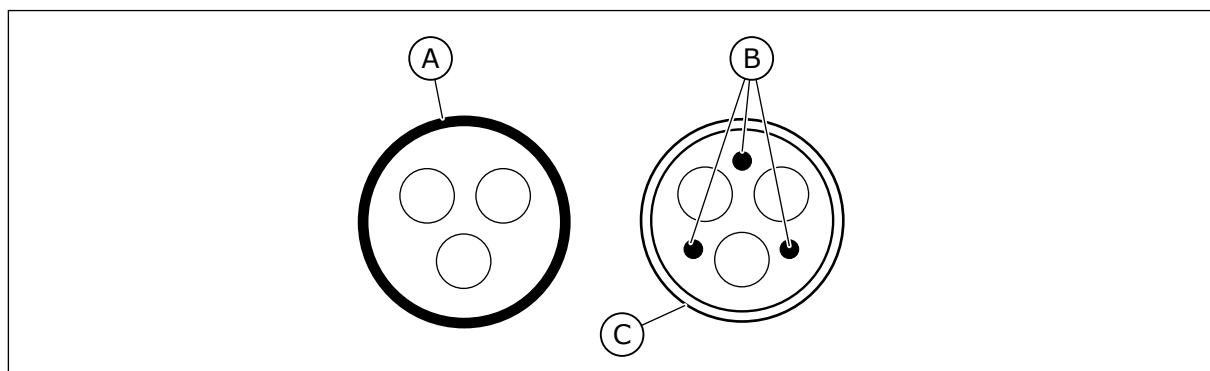

Fig. 36: Cabluri cu conductori de protecție
2. Un cablu de alimentare simetric cu un fir de protecție concentric. Un cablu cu tensiunea de alimentare specificată. Vă recomandăm un cablu MCMK. Consultați *Fig. 36*.
3. Un cablu de alimentare simetric prevăzut cu înveliș de ecranare compact de joasă impedanță. Un cablu cu tensiunea de alimentare specificată. Vă recomandăm un cablu MCCMK sau EMCMK. Vă recomandăm ca impedanța cablului de transfer (1... 30 MHz) să fie de maximum 100 mΩ/m. Consultați *Fig. 36*. * = Pentru compatibilitatea electromagnetică de nivel C2 este necesară împământarea învelișului de ecranare pe 360° în presgarnitura de cablu dinspre motor.